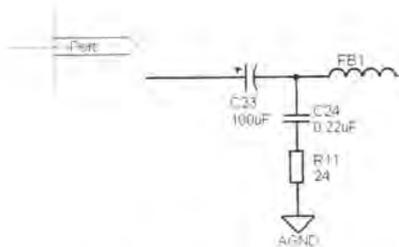

图 3-87 开始放置输入/输出端口
- [1] 执行【Place】/【Port】命令，或者单击【Wiring】工具栏中的放置输入/输出端口图标 ，此时光标变为“十”字形状，并带有一个输入/输出端口符号，如图 3-87 所示。